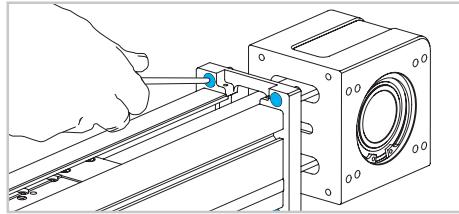

Fig. 14
- 14) Séparer la tête d' entraînement du profilé en desserrant les 4 vis (Fig. 14)